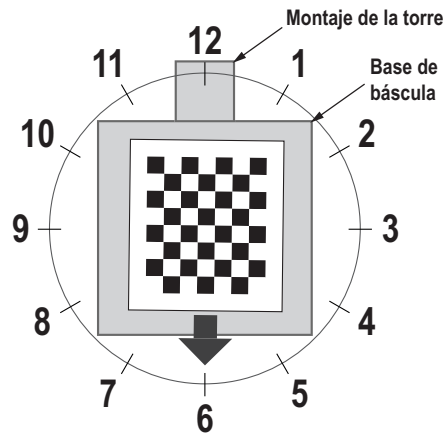

Figura 5-8. Gire a las 6 en punto
9. Alinee el objeto de calibración de modo que las cruces estén centradas. Gire el objeto de calibración a las 6 en punto con el conjunto de la torre a las 12 en punto. (Figura 5-8).